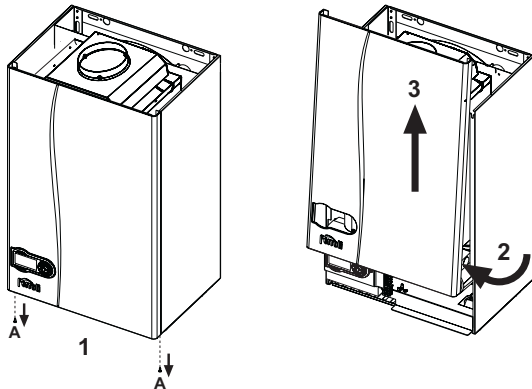

fig. 22 - Apertura de la carcasa
1. Desenroscar los tornillos A (véase fig. 22).
2. Girar la carcasa (véase fig. 22).